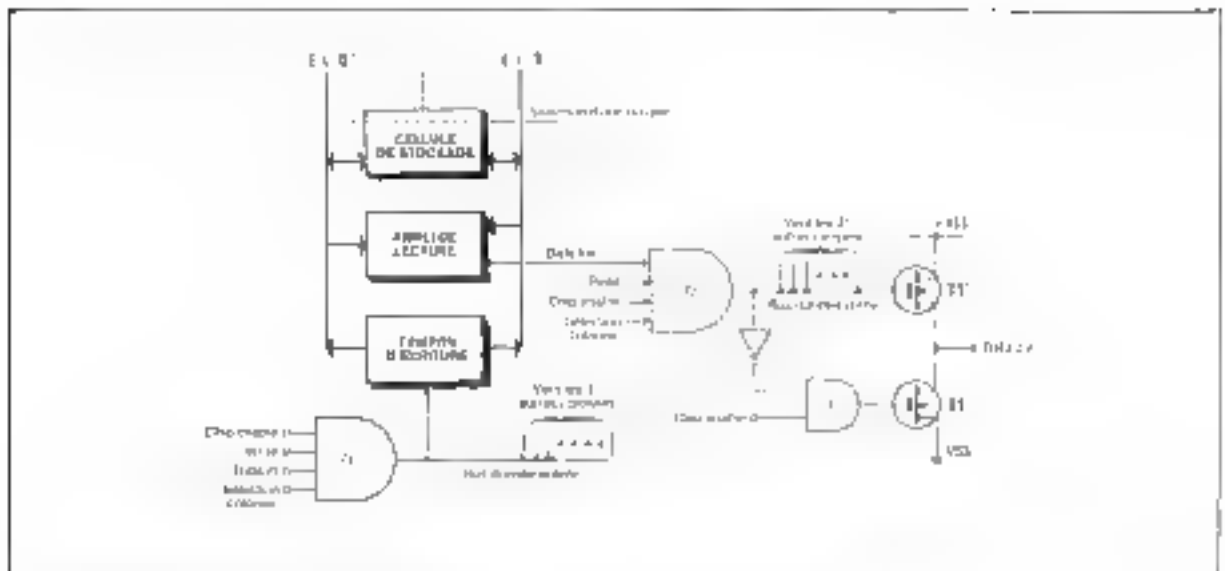

Fig. 14 - La cellule de base d'une RAM 2102×8 intégrée dans une structure plus complexe
La cellule de base fait partie d'une structure complexe représentée figure 14.
L'amplificateur de lecture (fig. 14), sur lequel sont appliqués les niveaux $E/L = 0 = +1$; $E/L = 1 = +0$, traduit, sur la ligne de donnée lue, la valeur « 0 ». Ce signal est appliqué sur une porte ET (2) sur laquelle apparaissent trois autres signaux :
- Chip Enable (CE) = 1 : sélectionne le boîtier ;
- Sélection colonne (SC) = 1 : confirme la colonne j.